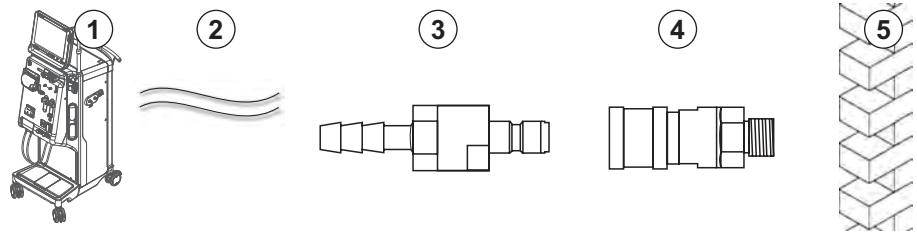

Fig. 4-6 Conectores Aquaboss de saída de dialisado
- 1 conector de fecho macho (Fig. 4-6, ③), material 1.4571 EPDM
- 1 conector de tubo fêmea (④), diâmetro interno ou tubo flexível 9 mm, material 1.4571 EPDM
1. Conecte o tubo ②, ④ ao equipamento e fixe-o com um braçadeira de linha ou uma braçadeira de orelha.
2. Adapte o conector de fecho macho ③ ao tubo e fixe-o com um clampe de tubo ou braçadeira de orelha única.
3. Adapte o conector de fecho macho ③ ao conector de tubo fêmea ④, o qual se encontra fixo na parede.